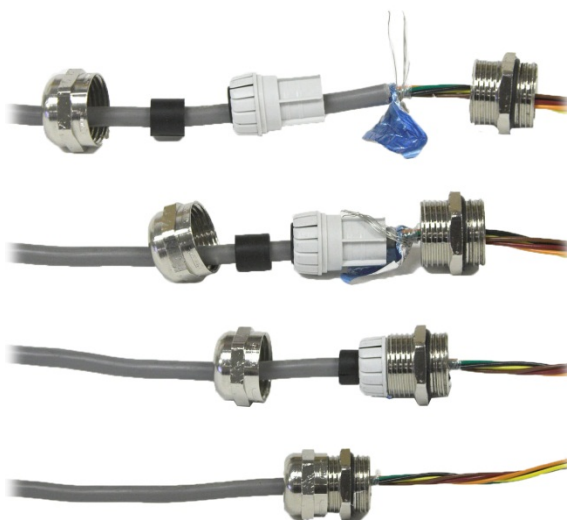

Figure 2-23 : Mise à la masse du blindage du câble
5. Le blindage du câble doit être relié à la masse sur l'enceinte de l'IND570 en écartant les fils blindés (voir la partie supérieure de la Figure 2-23) et ensuite en les repliant sur le composant en plastique du presse-étoupe du câble avant de l'introduire dans le corps fileté.